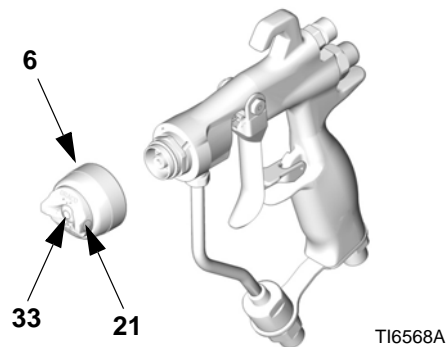

FIG. 35
2. Retire o anel retentor do espalhador (6), o espalhador (21) e o bico de pintura (33). Consulte FIG. 35.